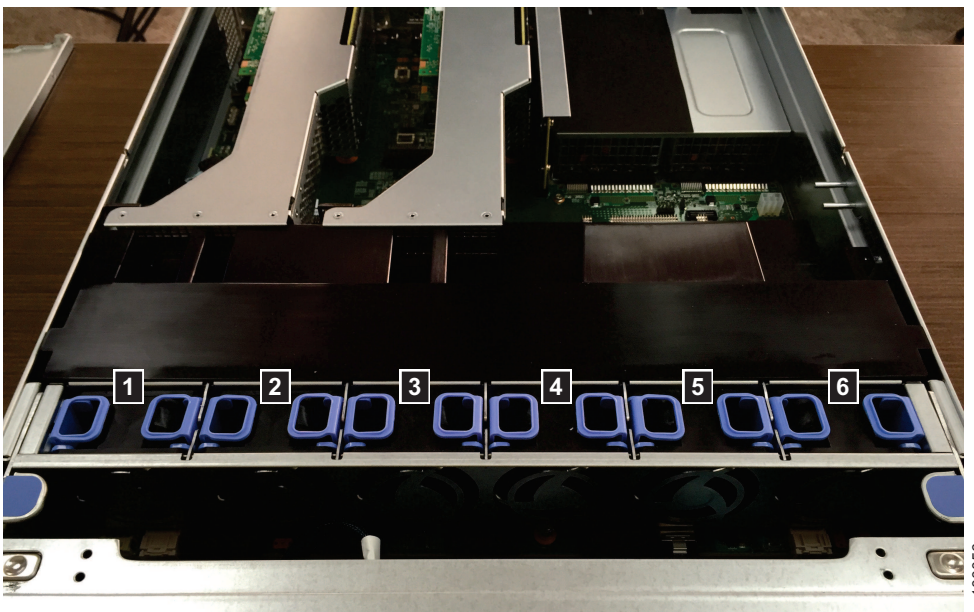

図 273. 2145-SV1 ファンの位置
6. 該当するファンを探します。図 273 に示すように、ノードには 6 つのファン位置があり、左から右に番号が付けられています。